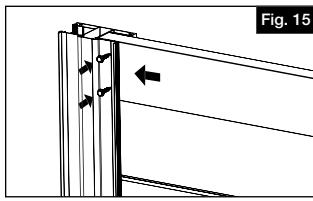

Fig. 15
- Remettre la traverse supérieure sur le panneau. S'assurer que l'ouverture dans la traverse est orientée vers le bas (Fig. 15). Fixer la traverse dans la petite rainure du poteau à l'aide de deux vis à tête hexagonale de 3/4 po (19 mm). Répéter ce processus pour le côté opposé.